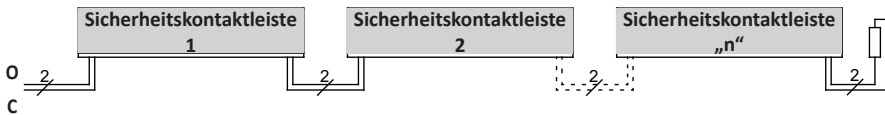

Bild 2: Verschaltung mehrerer Sicherheitskontaktleisten
7.2 Anschluss von mehreren Sicherheitskontaktleiste pro Signalgeberkreis (Bild 2)
An dem Signalgebereingang **O** bzw. **C** können ein oder mehrere Sicherheitskontaktleisten angeschlossen werden. Hierfür werden die einzelnen Sicherheitskontaktleisten entsprechend Bild 2 in Serie geschaltet.